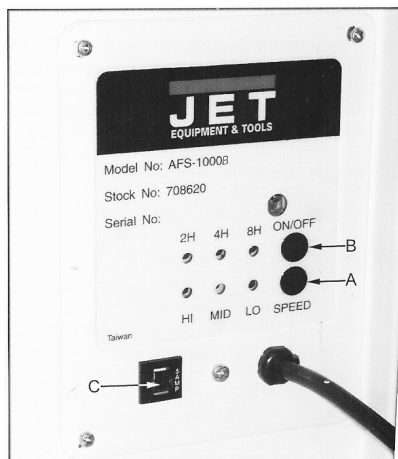

Fig 4
Overlastsikring (C, Fig 4) og indikationer findes bag på filtret sammen med manuelle trykknapper for start/stop (B) og indstilling af blæserhastighed (A).